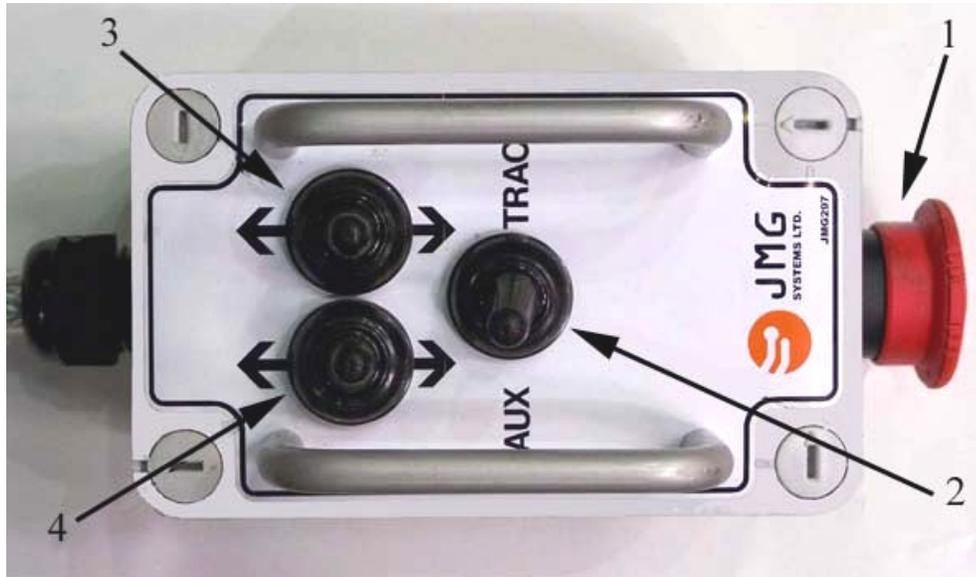

Fig. 4
6. Pase el interruptor - 2, Fig. 4 - de AUX (auxiliar) a TRACK (oruga) para activar el programador portátil; sonará la sirena. Habrá un retardo de 10 segundos antes de que la máquina se mueva.